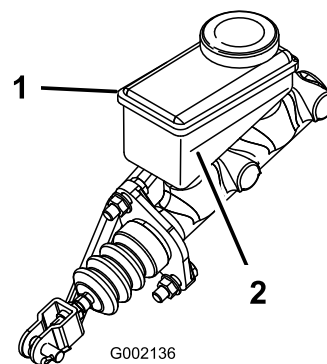

Figura 61
3. Osservate la linea del livello del fluido sul lato del serbatoio (Figura 61).
- B. Aggiungete il fluido dei freni DOT 3 al serbatoio, in modo che il livello del fluido sia superiore alla linea del minimo (Figura 61).